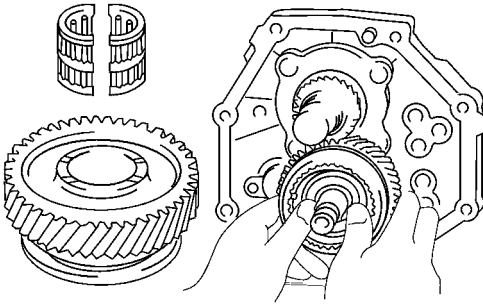

图 10-31 安装中间轴 5 挡齿轮
(7) 安装锁球和隔套。
(8) 安装带有 3 号啮合套部件和滚针轴承的中间轴 5 挡齿轮。在滚针轴承上涂敷齿轮油，再安装中间 5 挡齿轮，如图 10-31 所示。